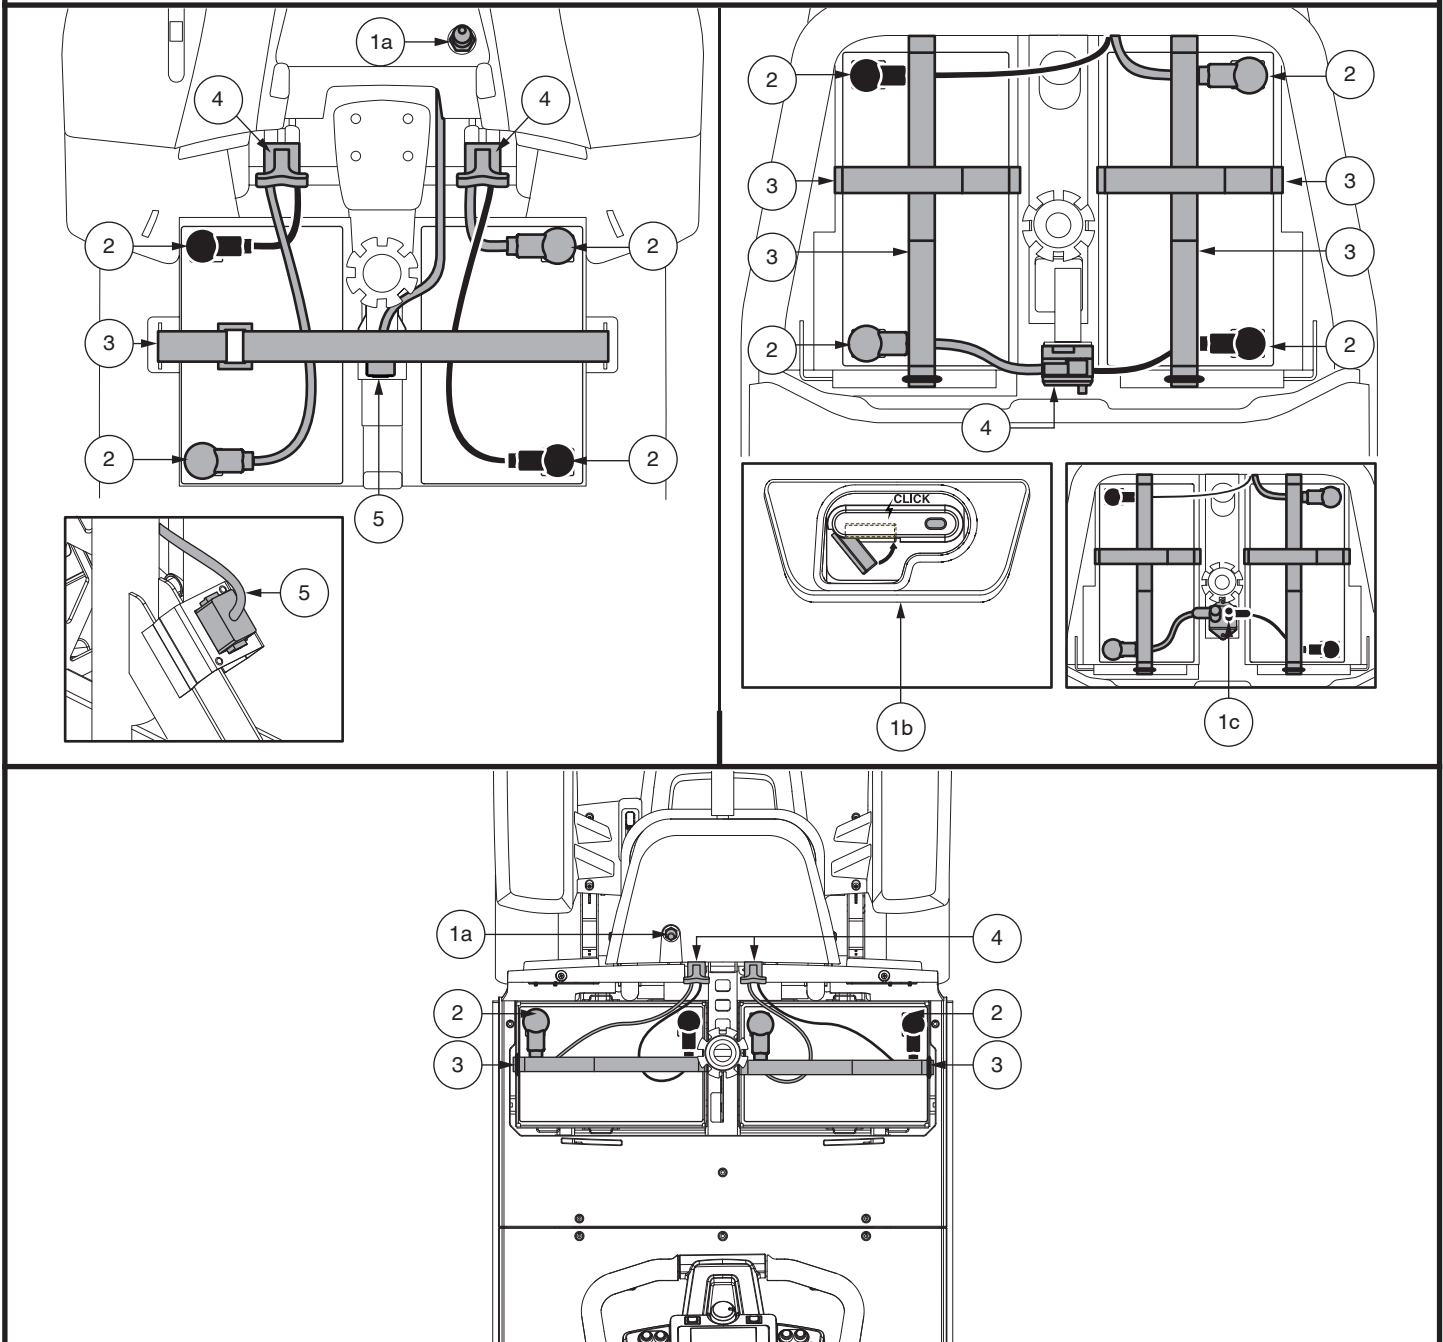

Figure 16. Enlèvement/installation des batteries et connexions
3. Pour toute les modèles SAUF 614 et 714, débrancher le faisceau d'avant en arrière. Débrancher les deux câbles de la batterie en retirant chaque faisceau de sa fiche de connexion. **Voir la figure 16.**
4. Débranchez les câbles des bornes des batteries en soulevant la couvercles des bornes et en desserrant le boulon et l'écrou sur chaque borne. **Voir la figure 16.**
6. Placez une nouvelle batterie dans chaque puits en prenant soins d'alignez les bornes de la batteries droite près du mât de siège et les bornes de la batterie de gauche loin du mât avec les bornes positive (+) et négative (-) de la batterie positionnées comme indiqué sur la **figure 16.**
NOTE: Les modèles 614 et 714 utilisent des sangles de fixation afin de sécuriser les batteries. Veuillez-vous référer à la figure 16 pour les procédures d'installation des sangles de la batterie.
MISE EN GARDE! En cas d'urgence, les batteries peuvent être rapidement déconnectées en tirant vers l'AVANT sur la sangle de déconnexion d'urgence de la batterie. Faites attention. Sachez que couper l'alimentation du scooter peut provoquer un arrêt brusque du scooter. Pour libérer l'arrêt d'urgence et restaurer la capacité de conduite du scooter, retirez le siège et le carénage de la batterie, puis rebranchez le connecteur de la batterie comme illustré à la Figure 16.